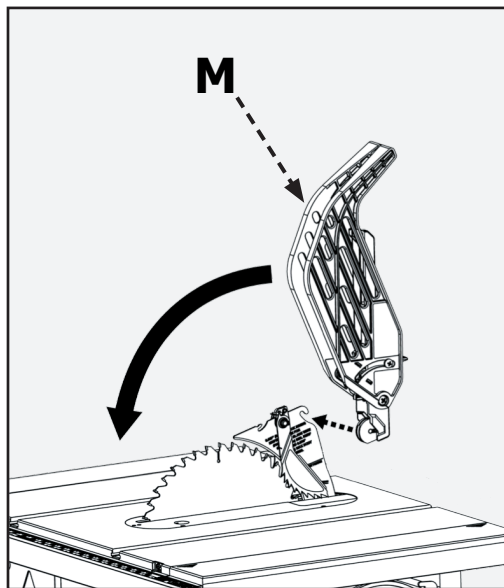

FIGURA 20
1. Al tiempo que sostiene el ensamblaje de guarda para hoja (A) en posición vertical, enganche el pasador de posicionamiento (B) situado en la parte posterior del ensamblaje de guarda para hoja dentro de la ranura situada en el borde posterior del separador.
2. Gire el ensamblaje de guarda para hoja hacia la parte frontal de la sierra hasta que la parte metálica (C) del ensamblaje de guarda para hoja esté paralelo con la mesa como se muestra en la Figura 20.
3. Al tiempo que sujeta la parte frontal de la parte metálica de la guarda (C) presione la palanca de bloqueo de la guarda para hoja (D) hacia abajo hasta escuchar un chasquido para trabarla en su lugar. Verifique que la guarda esté enganchada al separador jalando de la misma. Si la guarda no está sujeta, la palanca de bloqueo de la guarda para hoja se levantará a la posición de desbloqueo..
**⚠ ADVERTENCIA** Si la parte metálica del ensamblaje de guarda para hoja (C) no está paralela a la mesa, el separador no está en la posición elevada. Retire el ensamblaje de guarda para hoja y los trinquetes anti contragolpe y suba el separador, luego vuelva a instalar los trinquetes anti contragolpe y el ensamblaje de guarda para hoja.